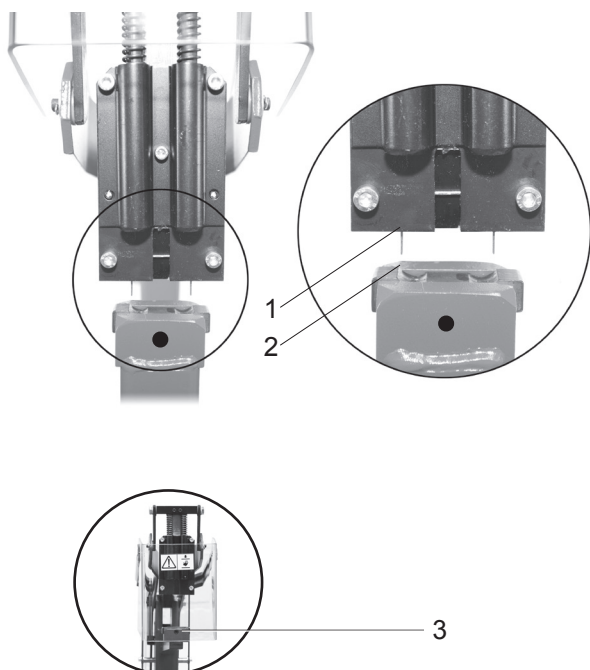

Fig. 14
- Tryck ned häfthuvudet (Fig. 14/1) manuellt, tills en klammer visas i drivarstyrningen eller placera en för hand in i styrningen.
- Tryck häfthuvudet manuellt tills klammern når städet. (Fig. 14/2) klammern skall träffa städsååarna symmetriskt.
- Om städet behöver justeras, lossa skruven (Fig. 14/3) och centrera städet så att klammer träffar sååarna symmetriskt. Drag åt låsskruven efter justeringen.